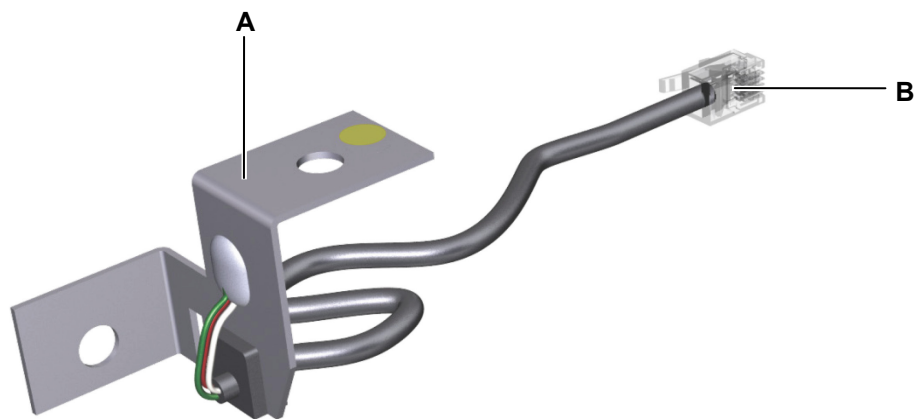

Abbildung 41 Sensor
- Der Sensor wird sowohl an den Tischrahmen als auch an der Tischplatte befestigt. Die Anlagefläche für die Tischplatte ist mit einem gelben Punkt gekennzeichnet, wie in Abbildung 41 gezeigt.